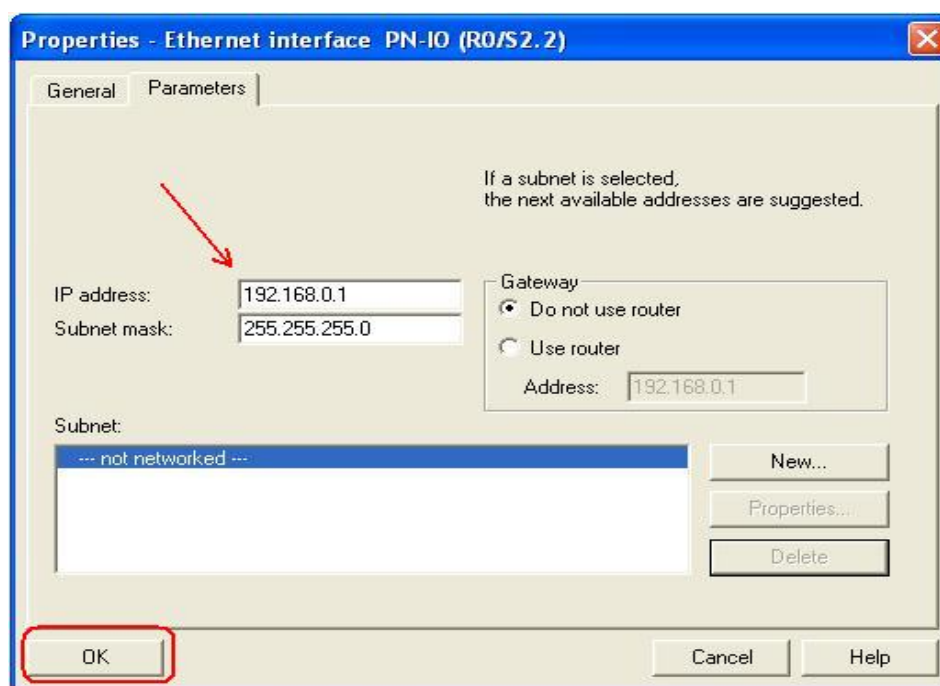

Figura 1.8: Spam para configuração de endereços PROFINET.
- Ao soltar o módulo da CPU no trilho, surgirá uma janela spam para a configuração dos endereços de rede PROFINET (PN), veja a figura 1.8. Como não utilizaremos esses recursos de rede nesse momento, apenas confirme o endereço default sugerido pelo software clicando no botão *OK*.